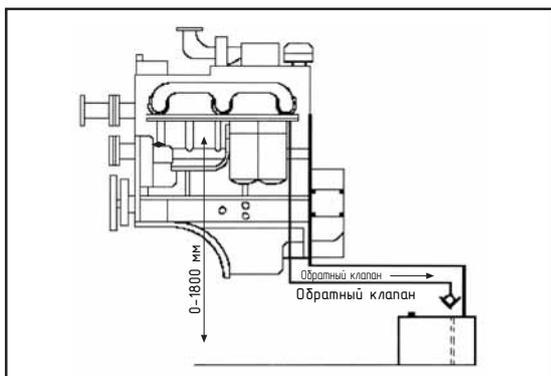

Рисунок 4.7 Стандартная схема подачи топлива с баком ниже отметки двигателя
- ! В самой простой топливной системе с баком уровень топлива не должен быть выше уровня инжекторов и не должен быть ниже топливного насоса более, чем на 1,8 м – См. рис. 4.7.